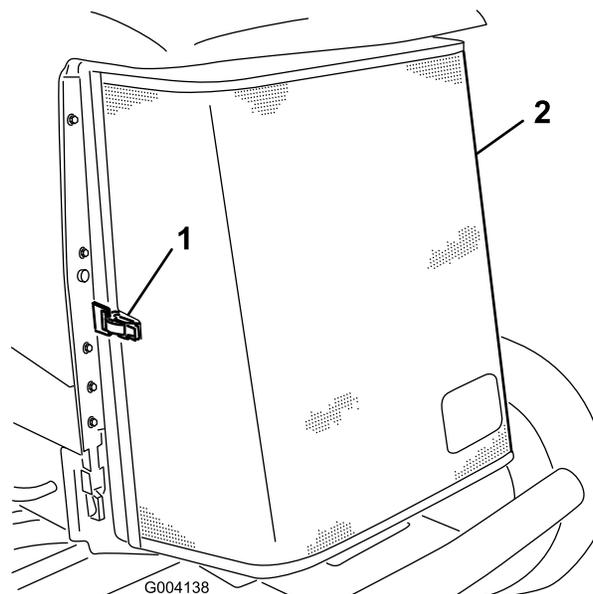

Bild 72
3. Entriegeln Sie den Riegel und drehen Sie das hintere Gitter auf (Bild 72).